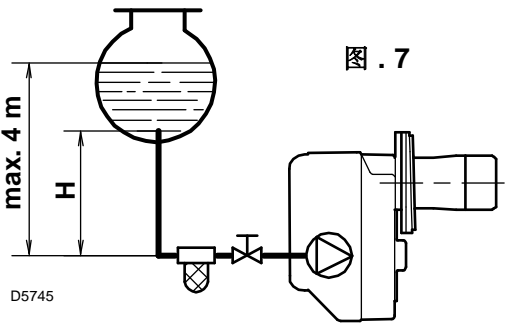
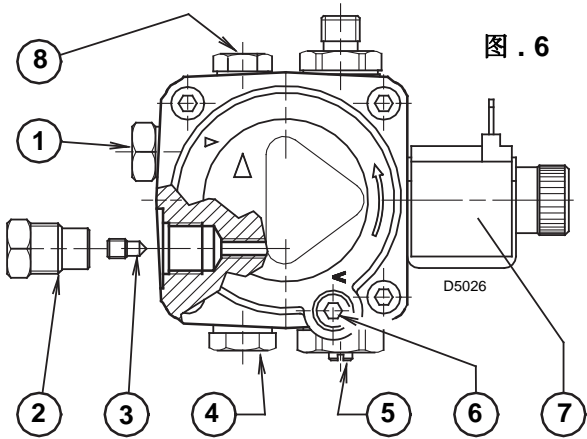

图 . 7
图 . 6
- 设计时泵是按双管运行的。如单管运行，须拧下回油螺钉 (2), 移开旁路螺钉 (3) 后再拧紧螺钉 (2). (参见图 . 6).
在图 . 7 所示系统中，松开油压表接口螺钉 (5, 图 . 6) 直到有油流出就可以了。
要改变压力时调整压力调节螺钉 (4, 图 . 6, P 4)。